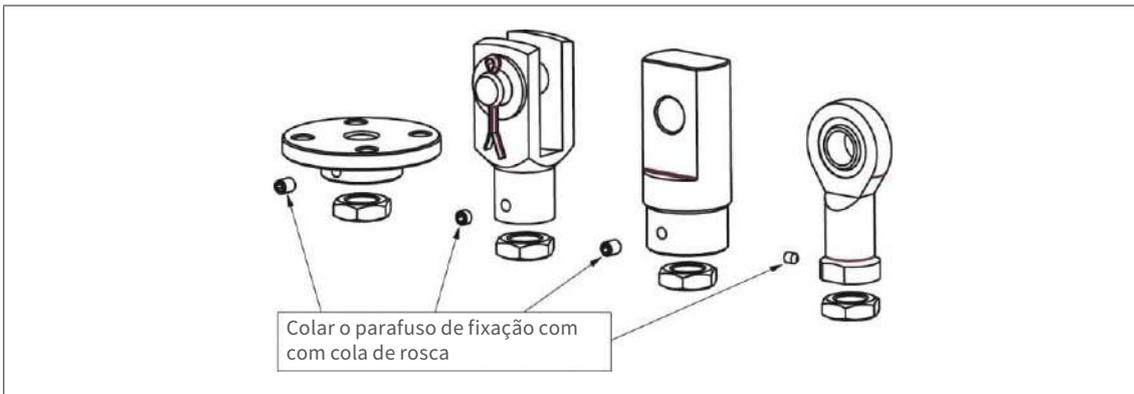

Fig. 9: Fixar flanges, forquetas, apoios oscilantes, olhais após ajustar a posição.
3. Colocar os parafusos para os tamanhos 50, 100 e 150 das séries ZE e Z nos furos alongados utilizando anilhas (por exemplo, de acordo com a norma DIN 1441). Colocar a cabeça do fuso (ver Fig. 9), fixar os parafusos de segurança com um bloqueador de roscas (por exemplo, Loctite), colocar a porca de bloqueio (até ao tamanho 100).